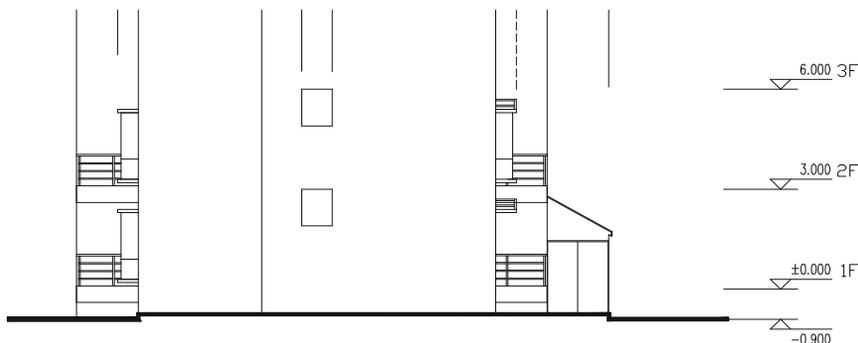

图 12-1-64
**STEP 21** 使用修剪命令 TRIM 对其进行修剪, 并使用删除命令 ERASE 删除多余的线段, 得到侧立面的凸窗, 如图 12-1-64 所示。
选择对象：指定对角点：找到 48 个 // 框选如图 12-1-64 所示第二层所有的门窗、阳台及栏杆